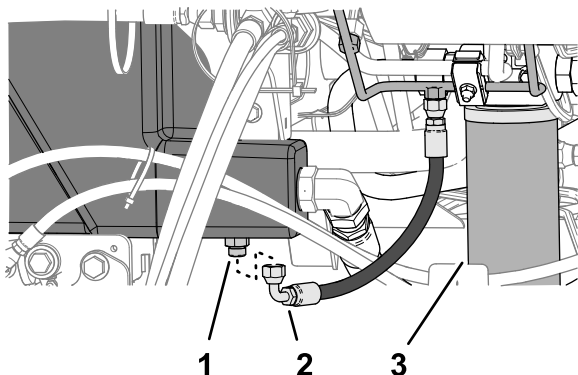

Figura 104
2. Coloque un recipiente de vaciado grande debajo del acoplamiento recto (Figura 104) del depósito hidráulico.